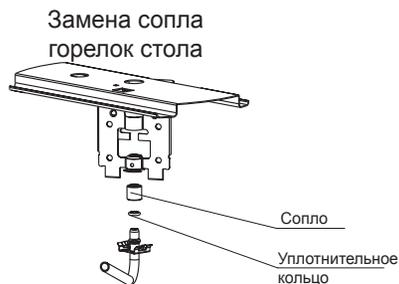

рис. 11
### 15.1. Проведение замены сопла при ремонте, а также при переводе на другой тип газа (рис.11)
5. Снять установленные сопла, для этого отверткой необходимо отсоединить металлическую защелку от отбортовки гнезда держателей сопла и вывести газоподводящую трубку вместе с соплом из гнезда, затем снять сопло с трубки газа (рис.11). Резиновые уплотнительные кольца рекомендуется оставить на трубках;